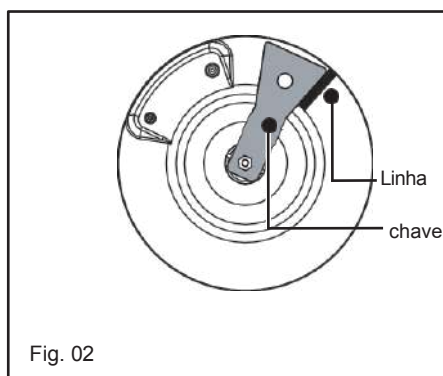

Fig. 02
- Com um lápis, traçar uma linha na placa da lareira no ponto indicado (Fig. 02).